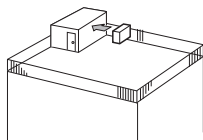

Fig. 2-3
- ① Positionner la sortie d'air vers le mur le plus proche et à environ 35 cm de celui-ci. (Fig. 2-3)